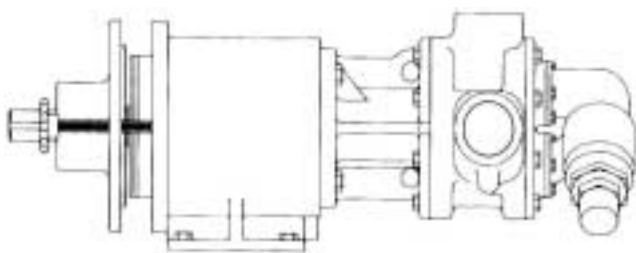

FIGURA 8
2. Ruotare le manopole uniformemente per ritrarre l'alloggiamento del cuscinetto ed il gruppo esterno. Vedere Figura 8.